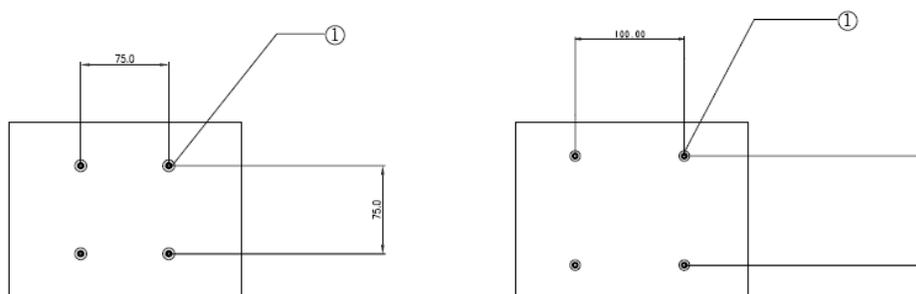

図2-2 : テンプレートの背面 (縮小図)
- 3 図2-2に表示のテンプレートに従ってモニターを壁に取り付け、ケーブルを差し込んでください。